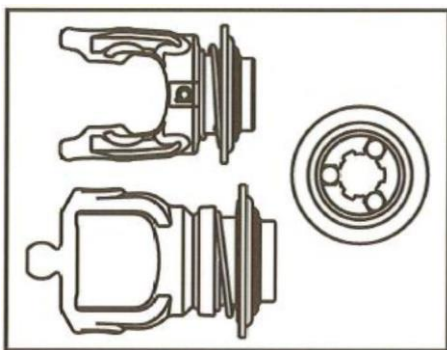

Рис. 35. Стопорение вала тяговым замком
- Отпустите тяговый замок и отодвиньте вилку назад настолько, чтобы шарики замка защелкнулись в кольцевом пазу хвостовика вала, а замок отошел назад (Рис. 35).